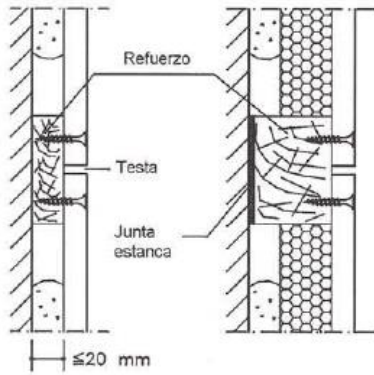

Figura 86. Elemento soporte auxiliar
- Para revestir muros con alturas superiores de 5 m se recomienda realizar una junta cada 5 m como máximo, para esto prevea la instalación de un elemento de soporte auxiliar de acero, madera o de otro tipo (de acuerdo con las recomendaciones del ingeniero calculista) con el objeto de realizar un anclaje mecánico de las placas que rigidice el paramento continuo. (véase Figura 86 Elemento soporte auxiliar)